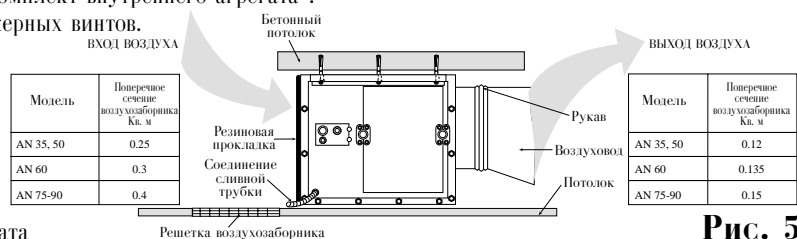

Рис. 5
- Внутренний агрегат должен быть соединен с воздухопроводом при помощи надлежащего герметичного рукава, гибкого и прочного и изготовленного из огнеупорного материала (см. рис. 5).
- ◆ Поперечное сечение основного воздухопровода: см. рис. 5.
- ◆ Решетка воздухозаборника: см. рис. 5.